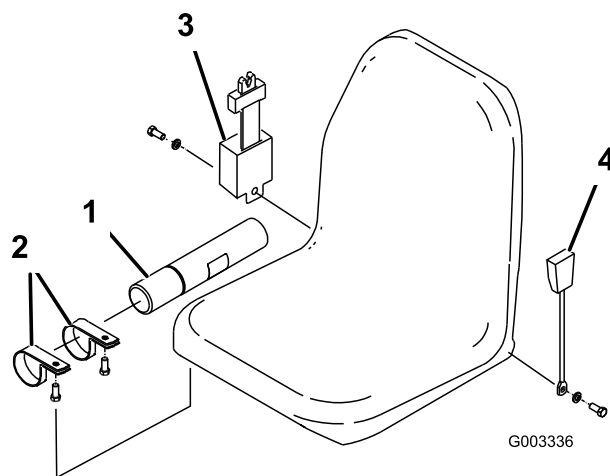

Figura 3
1. Monte el tubo del manual en la suspensión del asiento con las 2Figura 3 abrazaderas en R incluidas en las piezas sueltas ().
2. Instale el cinturón de seguridad en cada lado del asiento con un perno y una arandela de freno, suministrados con las piezas sueltas (Figura 3). El retractor del cinturón de seguridad debe montarse en el lado derecho del asiento, y la hebilla en el lado izquierdo.